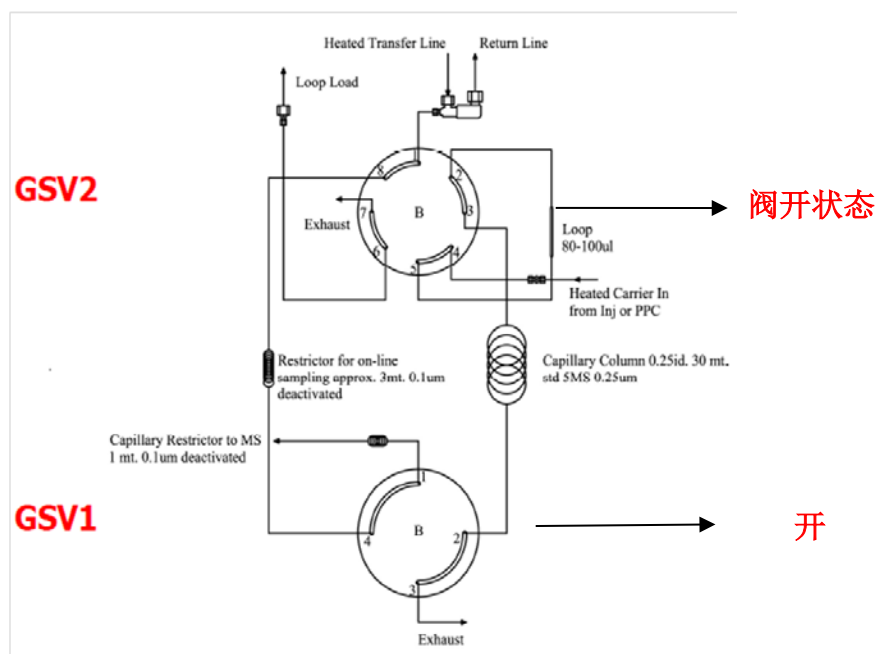

图 17 在线模式
6.1.1 GSV 阀是 TL9000 联用控制系统中的重要组成部分。由两个阀组成，图 17 所示，上面的是八通阀，下面的是四通阀；在以下的阀图中，A 表示此阀关闭状态，B 表示此阀打开状态；
在线模式时，八通阀和四通阀同时打开(图 17 所示)，即样品气从八通阀的 1#至 8#，经过空毛细柱进入到四通阀的 4#，再至四通阀的 1#进入到质谱，实时分析；如图 17 所示。